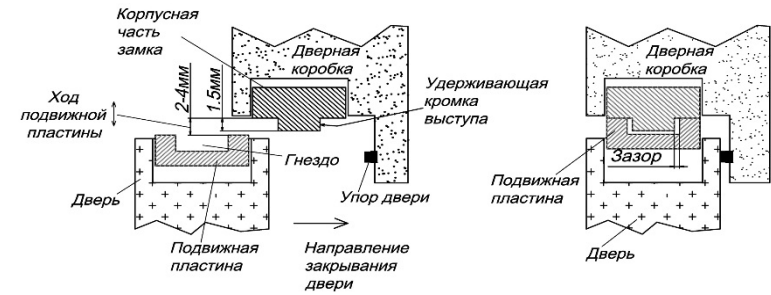

Рисунок 7
5.6 В закрытом положении двери между рабочими кромками на удерживающем выступе и в гнезде должен сохраняться гарантированный зазор. При этом подвижная пластина якоря не должна защемляться из-за влияния уплотнения двери, деформации дверного полотна, неточной навески петель и других факторов, создающих «отдачу» двери при закрывании (рисунок 7).